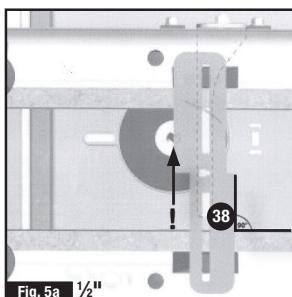

Fig. 5a  $\frac{1}{2}"$
- El tope de corte inicial (38) ayuda a mantener juntas las piezas de trabajo. Dispone de un incremento de 6 mm ( $\frac{1}{4}$ )" en un lado y 13 mm ( $\frac{1}{2}$ )" en otro lado. También determina la posición de la primera espiga. Como referencia, ajústelo tal como se ve en las figuras 5a y b. Coloque el tope de corte inicial en las ranuras largas de los soportes. Afloje las tuercas y ajuste el soporte para que quede alineado con el centro de la fresa (Fig. 5a y b). Use una escuadra para asegurarse de que está a 90° de la guía. Vuelva a ajustarla si es necesario después de cada corte.